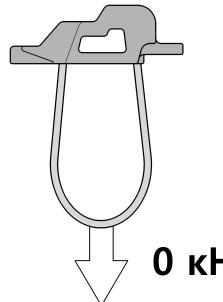

Рис. 7.
**ВНИМАНИЕ!** Никогда не используйте тросик спускового устройства для самостраховки (рис. 7).